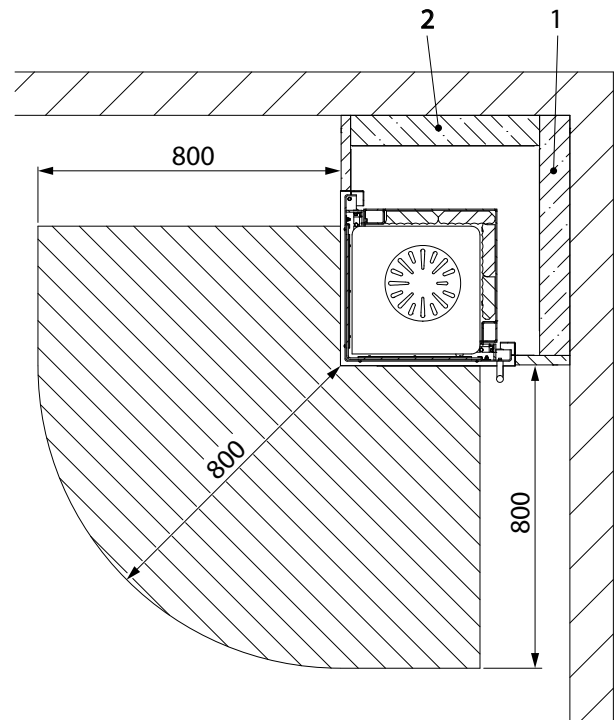
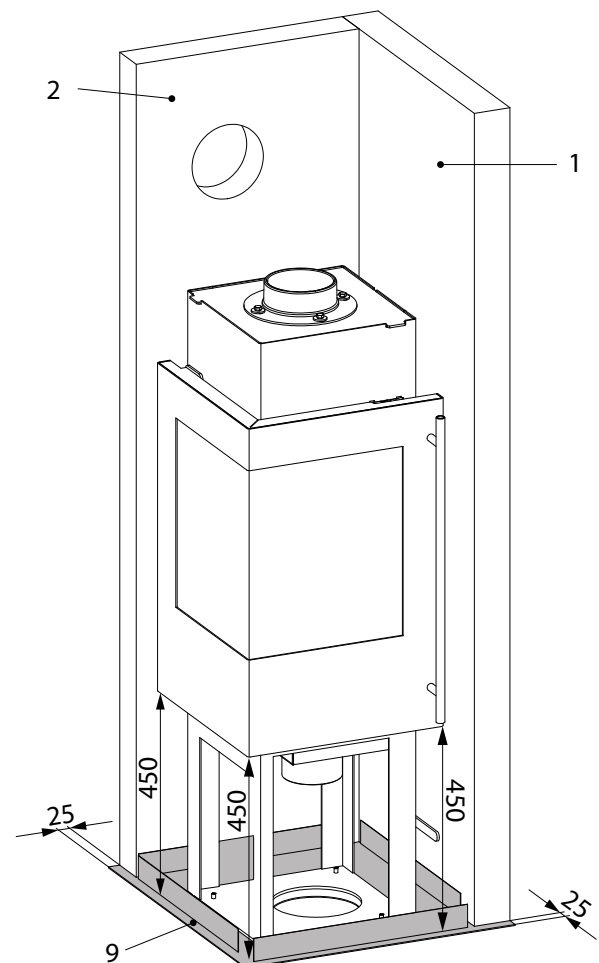

Fig.3
Fig.4
- Aufstellplatz festlegen. Das Heizgerät kann 2-seitig wandbündig aufgestellt werden. Im Strahlungsbereich des Heizgerätes dürfen bis zu einem Abstand von 80cm, gemessen ab Sichtscheibe der Feuerraumtür, keine Gegenstände aus brennbaren Stoffen vorhanden sein oder abgestellt werden (siehe Fig.3).
- Bodenplatte (9, Fig.4) so auf den festgelegten Aufstellplatz legen, dass die beiden 80mm dicken Dämmplatten 1+2 in Richtung der Aufstellwände positioniert werden (siehe Fig.3).
- Heizgerät so ausrichten, dass der Abstand zwischen Bodenplatte und Unterkante Feuerraumtür überall 450mm beträgt (siehe Fig.4).
- Dämmplatten 1+2 aufstellen und eventuell mit ein paar Klebestellen an den Aufstellwänden fixieren. Bei 1-seitiger Aufstellung mit Aufstellwand hinter Dämmplatte Pos.2 können die beiden Dämmplatten mit 3 Spanplattenschrauben $\text{Ø}6 \times 140$ (17) zusätzlich verschraubt werden (kein vorbohren und senken notwendig). In jedem Fall müssen beide Platten untereinander verklebt werden.